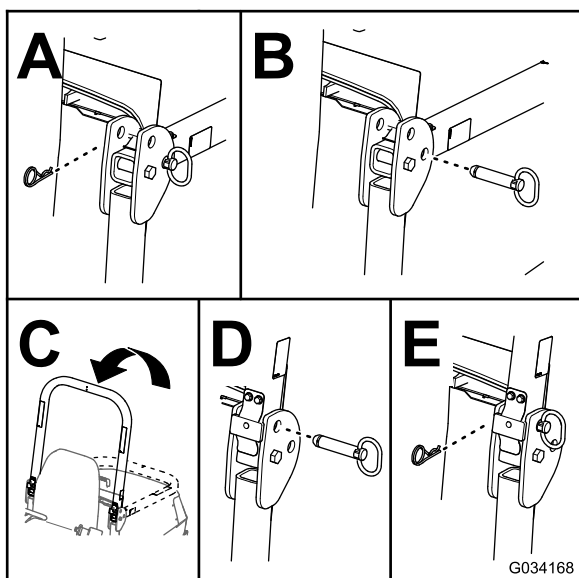

Figura 23
2. Retire las chavetas y los pasadores de la barra antivuelco (Figura 23).
3. Eleve la barra antivuelco y sujétela con los pasadores y las chavetas (Figura 23).